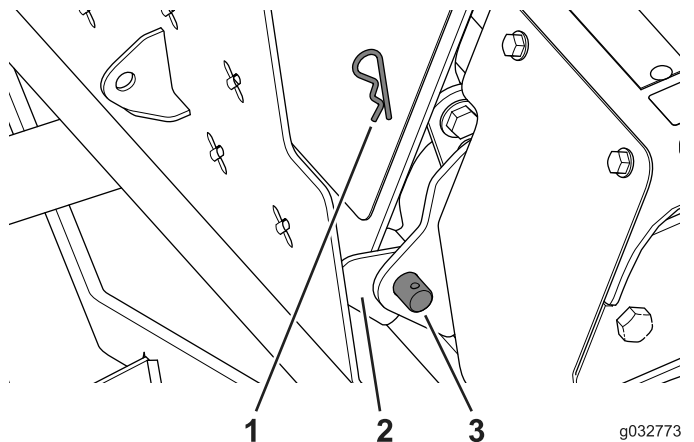

Рисунок 126
- Используйте ось поворота и игольчатый шплинт для крепления деки оператора, как показано на (Рисунок 126).